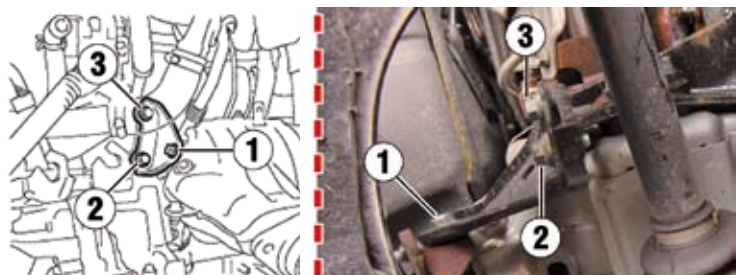

Fig. 42
- Riposizionare i supporti del collettore di scarico rispettando l'ordine di serraggio (Fig. 42).